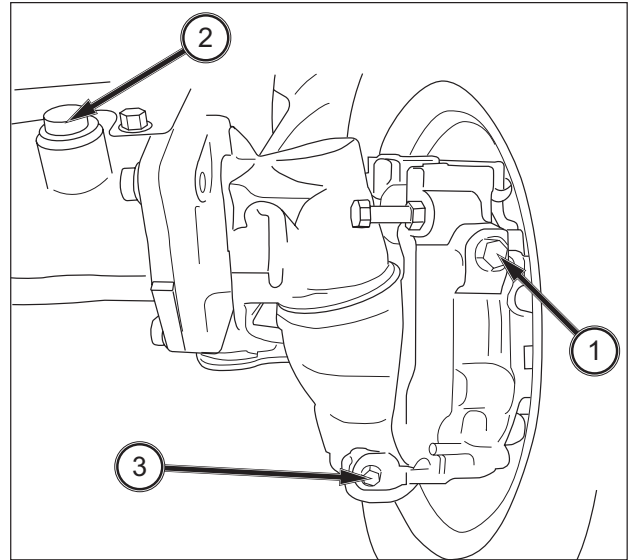

ABB. 131
**ABB. 131:** Zum Prüfen des Ölstands den Traktor auf ebenem Untergrund abstellen und anschließend den Ölstandsstopfen (1) abnehmen. Der Ölstand sollte bis zur Öffnung des Ölstandsstopfens oder bis leicht darunter reichen. Den Einfüllstopfen (2) entfernen und Öl nachfüllen, bis es aus der Öffnung des Ölstandsstopfens austritt. Den Ölstandsstopfen und den Einfüllstopfen wieder einsetzen.